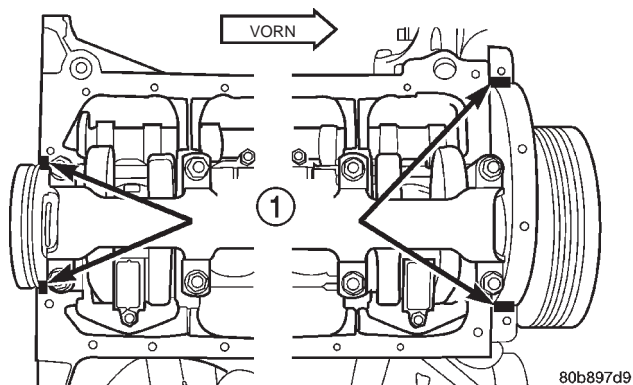

Abb. 77 Mit Dichtmittel zu versehende Stellen auf der Ölwanne
(11) Versteifung/Hauptlagerdeckel montieren. Muttern mit einem Anzugsmoment von 47 N·m (35 ft. lbs.) festziehen.
(12) Ölwanndichtung und Ölwanne montieren. 1/4 Zoll (7 mm)-Schrauben (20) mit einem Anzugsmoment von 14 N·m (120 in. lbs.) festziehen. 5/16 Zoll (7,9 mm)-Schrauben (18) mit einem Anzugsmoment von 18 N·m (156 in. lbs.) festziehen.
(13) Mopar®-Flüssigdichtmittel auf die Paßflächen der hinteren Lagerdeckel im Motorblock und auf die Paßflächen der vorderen Abdeckung am Motorblock auftragen (vier Stellen) (Abb. 77)